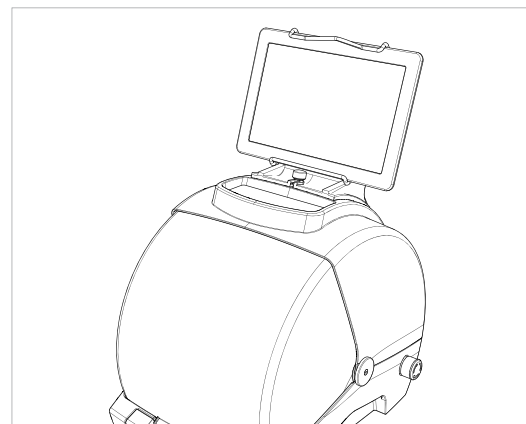

Fig. 16
- 5) Introducir el tablet en su soporte (Fig. 16).